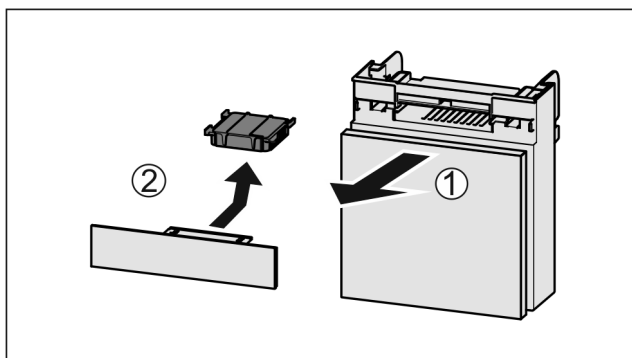

Fig. 62
- ▶ Zásuvku vytáhněte dopředu Fig. 62 (1).
- ▶ Filtr s aktivním uhlím vyjměte Fig. 62 (2).